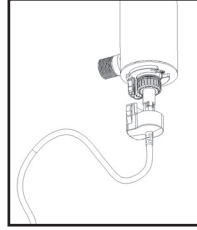
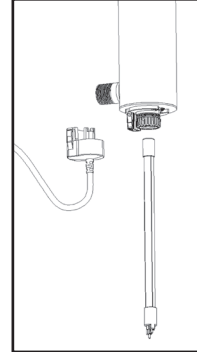

FIGURE 2C
FIGURE 2B
3. Pour l'installation d'une lampe neuve, retirer d'abord la lampe de son emballage de protection; veiller encore à ne pas toucher la surface de verre de la lampe. Insérer délicatement la lampe dans le réacteur (à l'intérieur du manchon de quartz – Figure 2B). Insérer complètement la lampe dans le réacteur, mais laisser la lampe dépasser de deux pouces hors de la chambre du réacteur. Ensuite, brancher le connecteur à la lampe UV. Le connecteur comporte un repère de positionnement qui empêche un branchement incorrect (Figure 2A). S'assurer que le connecteur soit parfaitement enfoncé sur la lampe UV (Figure 2C).
2. Interrompre l'alimentation électrique et laisser le processus de mise hors-tension s'exécuter pendant 30 secondes. Enlever le connecteur par faire compression des ongles verrouillage sur le côté du connecteur. Enlever le connecteur et retirer la lampe de la chambre du réacteur et base de le connecteur de la lampe. Lorsque la lampe devient visible, séparer la lampe du connecteur (Figure 2B). Il suffit de séparer les deux composants – ne pas effectuer un mouvement de torsion entre la lampe et le connecteur. Éviter de toucher la surface de verre de la lampe. Il est acceptable de manipuler la lampe par les extrémités de céramique; cependant, s'il est nécessaire de toucher le tube de verre, porter des gants ou utiliser un linges doux. Retirer complètement la lampe de la chambre du réacteur, en veillant à ne pas incliner la lampe par rapport au réacteur; si la lampe est inclinée, une pression est exercée à l'intérieur du manchon de quartz, et ceci provoquera le bris du manchon.